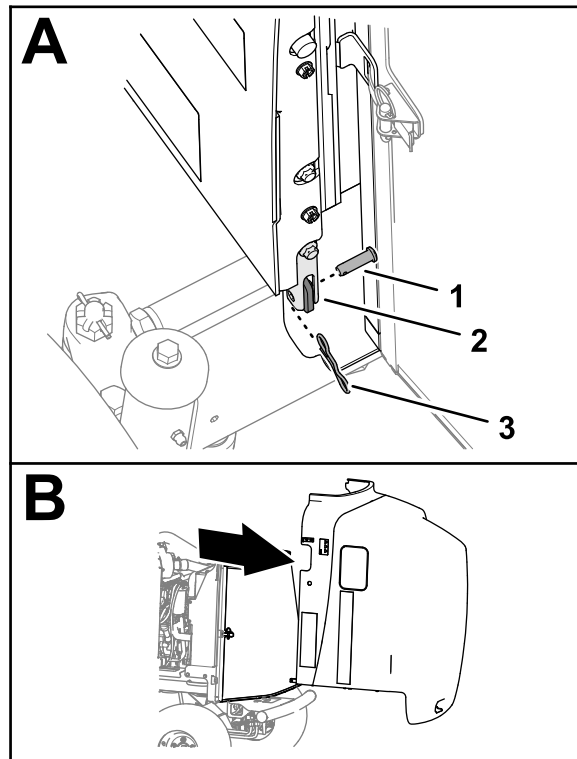

Figura 1
2. Retire el pasador de chaveta y el pasador de horquilla que sujetan el capó en los soportes de giro de la máquina (Figura 1).
3. Levante el capó con cuidado y retírelo de la máquina (Figura 1).